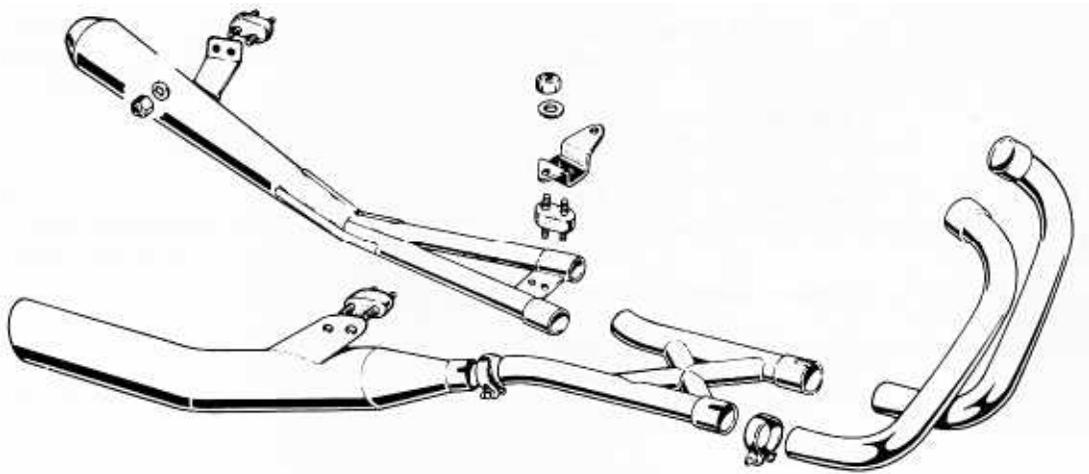

Bild 180
- Die SFC wurde mit einem Zwei-in-eins-Megaphon und mit einer Doppelanlage angeboten (Bild 180). Die Doppelanlage war mit zwei gekreuzten Ausgleichsrohren versehen, dazu mit zwei geknickten Auspufftöpfen. Sie war äusserst laut und auf der Strasse gerade noch zulässig. Die Zwei-in-eins-Megaphonanlage ist nur für Rennzwecke bestimmt. Die meisten SFC-Anlagen waren mattverchromt.